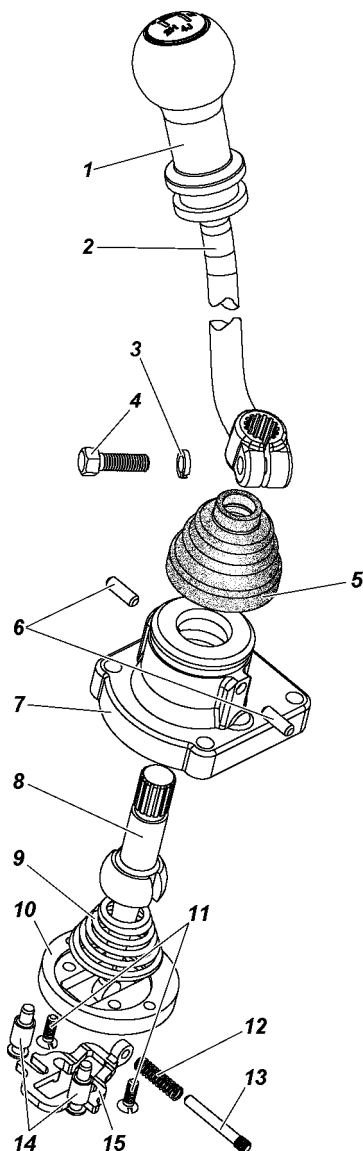

Рис. 7.8. Механизм переключения передач:
1. Запрессуйте стойки 14 (см. рис. 7.8) совместно с фиксатором 15 в пластину 10. Застопорите стойки раскерниванием.
4. Наденьте защитный чехол 5 (см. рис. 7.8).